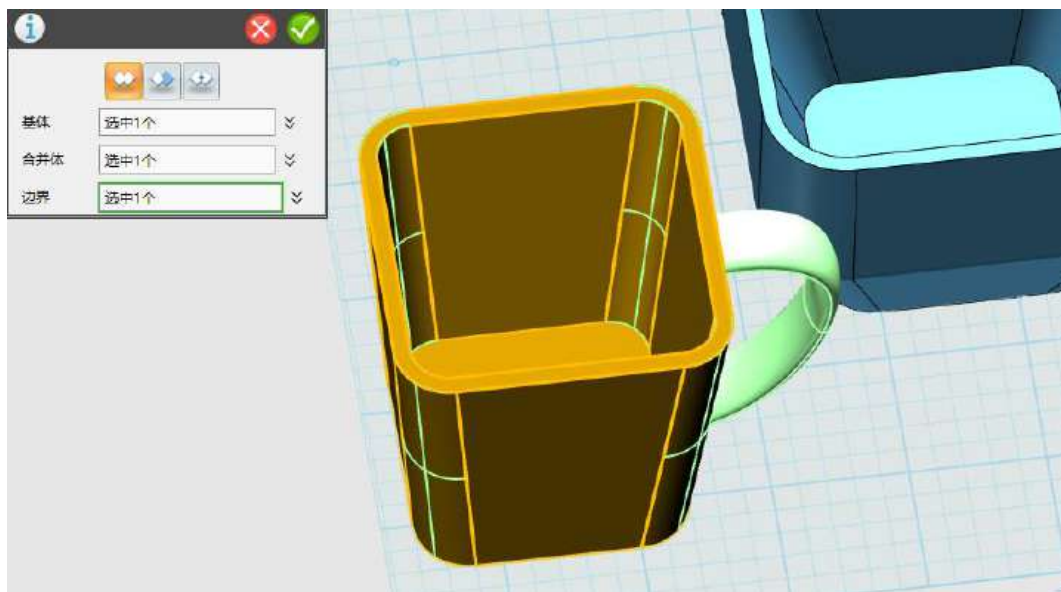

图 2-8
Step 8 选择组合命令，基体选择杯体，合并体选择把手，边界选择杯体与把手之间的平面，如下图 2-8 所示：